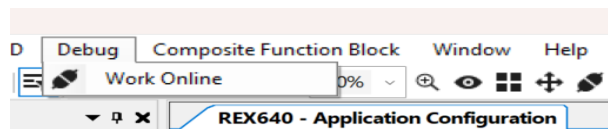

Imagen 356_Ventana de navegación de PCM600.
5.1.43 En la parte superior seleccionaremos “*Debug-Work Online*” como en la **Imagen 356**.